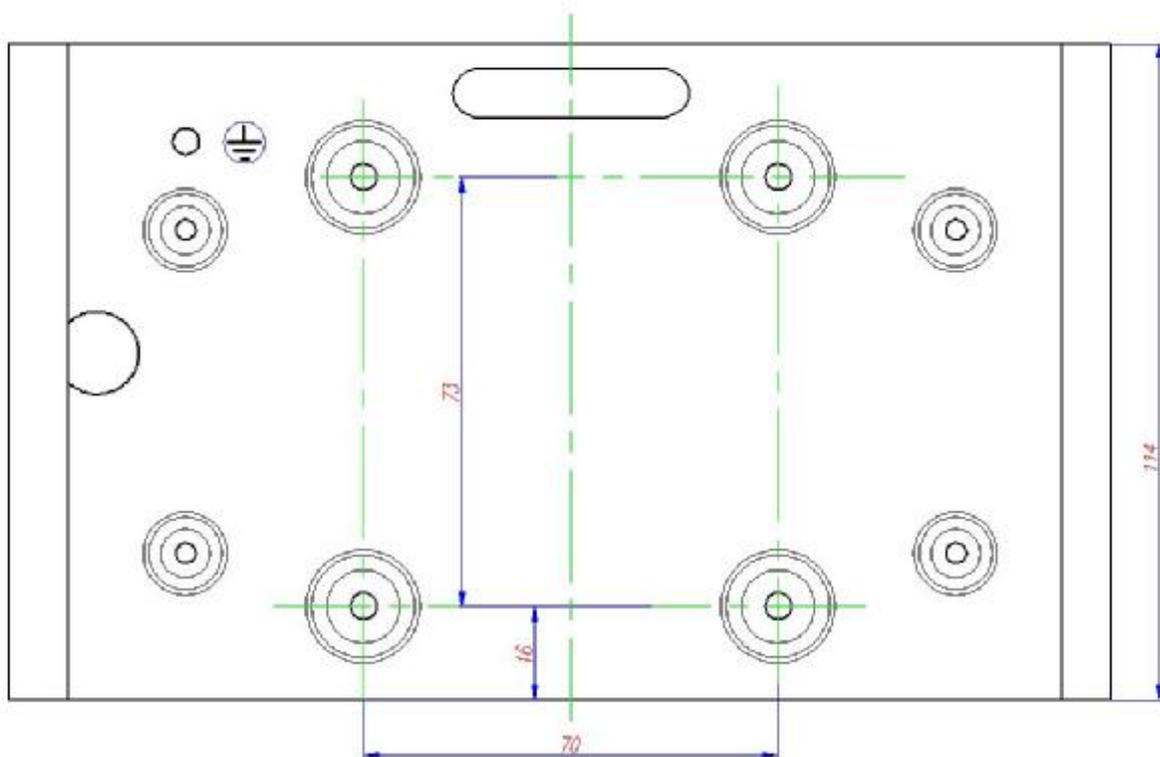

Рис. 3 Основание корпуса РНП-01 с размещением крепежных отверстий
6.4.1. РНП-01 крепится к стене или другим конструкциям в вертикальном положении. Размещение крепежных отверстий РНП-01 приведены на рис.3 приложения 2.